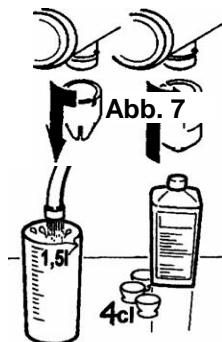

Abb. 7
6. Tauschen Sie die Garniertülle gegen die Reinigungsdüse aus. (Abb. 7)